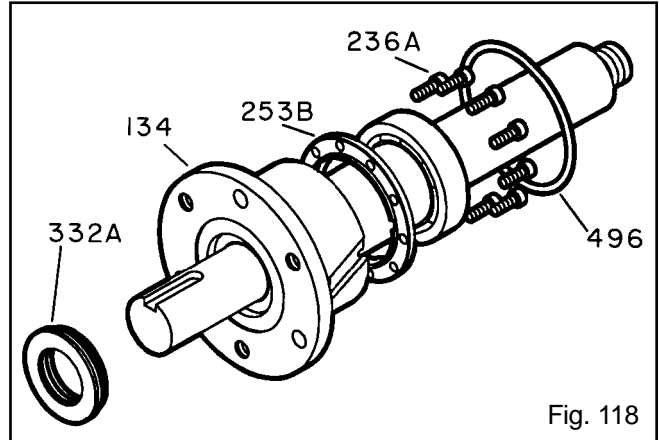

Fig. 118
11. Instale los pernos del anillo de abrazadera (236A). Inspeccione el eje para asegurar que gire libremente. Consulte la Tabla 9 con respecto a los valores de torsión de los pernos (Fig. 118).